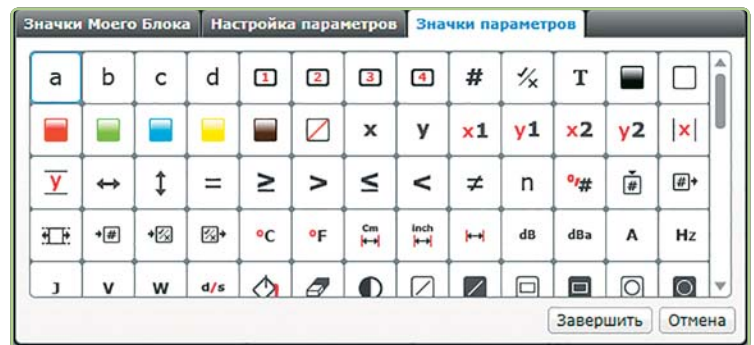

Рис. 12.12. Вкладка **Значки параметров** (Parameter Icons)
10. Щелкни по вкладке **Значки параметров** (Parameter Icons) (рис. 12.12).